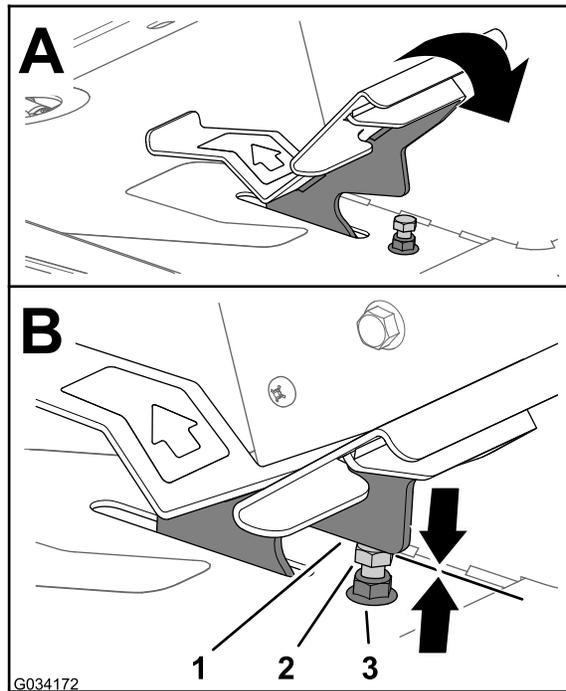
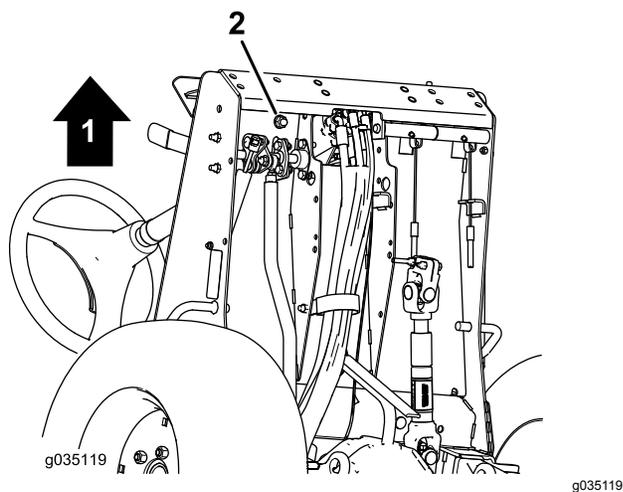

図 78
図 79
1. 走行ペダルを前進一杯に押し込む 図 78。
A. レンチでペダルストップを押さえる 図 78。
B. フットレストプレートの底部についているジャムナットをゆるめる 図 79。
- C. 走行ペダルを前進一杯にする 図 78。
- D. ペダルストップを押さえておいて、フットレストプレートの上側にあるジャムナット 図 78 を調整して走行ペダルをストップに接触させる。
- F. ペダルストップを押さえた状態でフットレストプレート底部のジャムナット 図 78 と 図 79 を 37-45 N·m 3.7-4.6 kg.m = 27-33 ft-lb にトルク締めする。